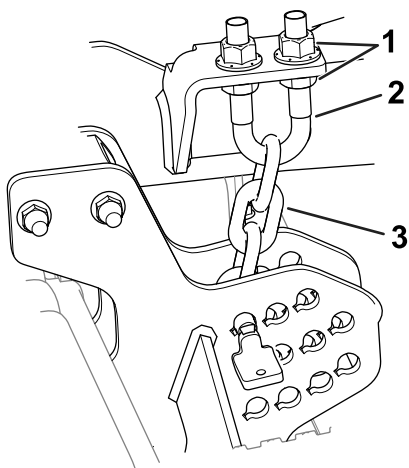

图 11
- 松开剪草高度链条 U 形螺栓顶部的锁紧螺母 **图 11**。